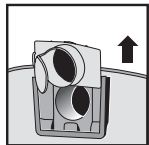

FIGURE 27
50. Retirez le déflecteur d'admission du guide de déflecteur. **NOTE :** Le tuyau doit être enlevé avant le retrait du déflecteur d'admission. **FIGURE 27.**